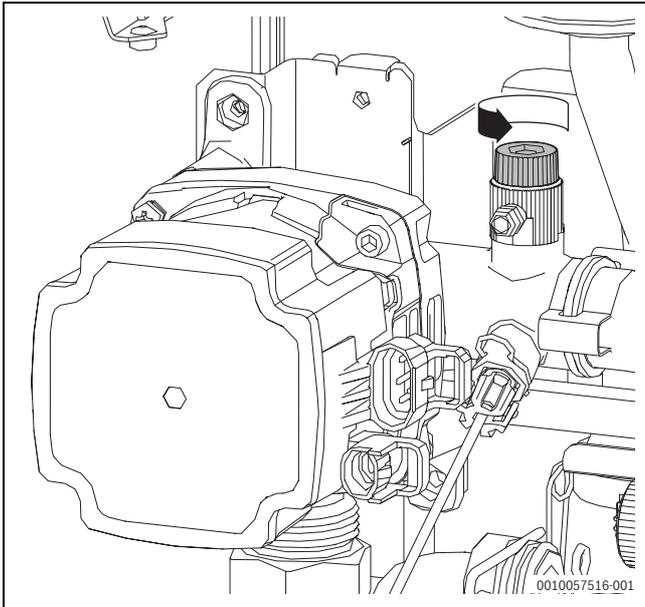

Bild 59 Manuelle Entlüftung der Hybridpumpe
- ▶ Anlage manuell über den Entlüfter an der Wärmезelle und der Hybridpumpe entlüften (→ Bild 59 "Manuelle Entlüftung der Hybridpumpe").